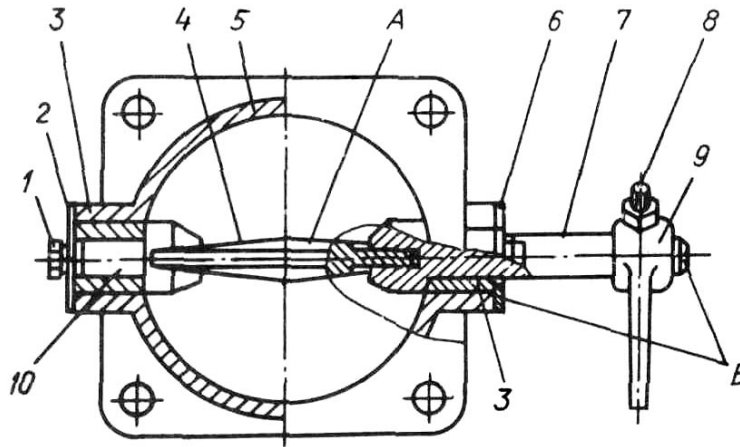
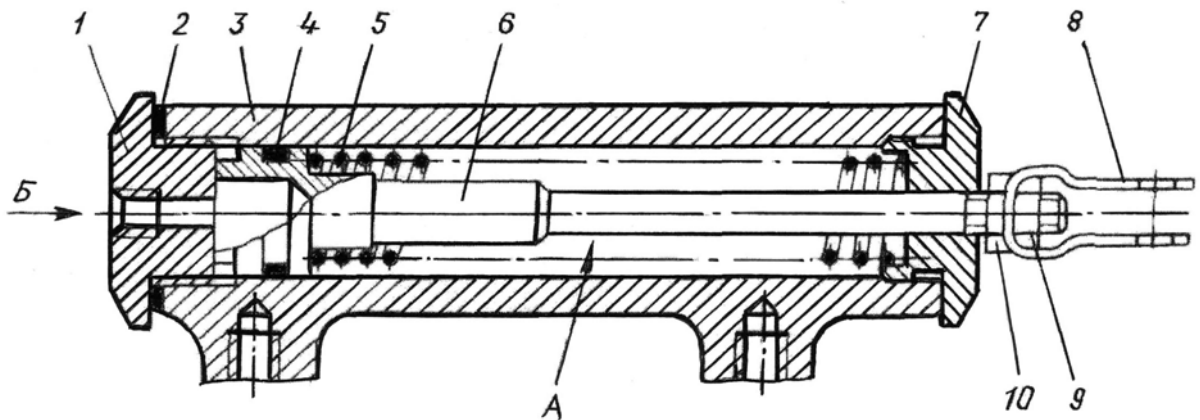

Рис.12. Вспомогательный тормоз:
Рис.13. Включатель вспомогательного тормоза:
1. Отвернуть гайку болта 8 (рис.12), вынуть болт и снять рычаг 9 оси заслонки.
2. Вывернуть гайку 1 (рис.13), снять прокладку 2.
1. Установить подшипники 3 (см. рис.12) на шейку пальца 10 и на ось 7 установить в корпус 5 тормозную заслонку 4, затем через отверстия в корпусе установить подшипник 3 с пальцем 10 и ось 7 так, чтобы заслонка вошла в направляющие пазы на пальце и оси.
1. Смазать поверхности трения рабочего цилиндра 3 (см. рис.13), гайки 1 и прокладки 2 смазкой ЦИАТИМ-201 (допускается применение смазки 158).
5. Отрегулировать нейтральное положение заслонки вспомогательного тормоза (как показано на рис.12), изменяя положение вилки 8 (см. рис.13) на штоке 6. Закончить вилку гайкой 9.